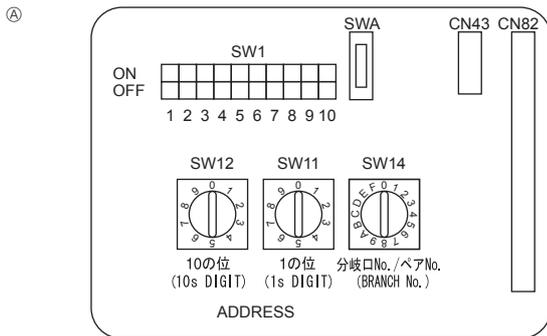

Fig. 6-4
- ③ Drahtlose Fernbedienung
6.5. Adressen einstellen (Fig. 6-4)
- ① Einstellen von Adressen
- ② Einstellen von Zweignummern SW14 (nur R2-Serie)